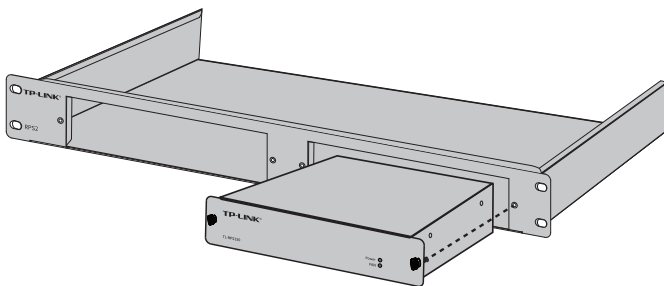

图2-3 TL-RPS150安装示意图
3. 将TL-RPS150插入RPS2底盘内，由托架支撑，配件中提供的螺钉固定，如图2-3所示。